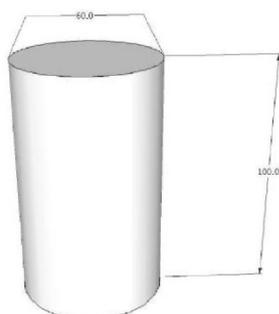

図2 シリンダーのサイズは直径 60mm × 高さ 100mm.
7. シリンダーは直径 60mm × 高さ 100mm の物が使用される. 塩ビパイプで重さ 70g(図2参照).